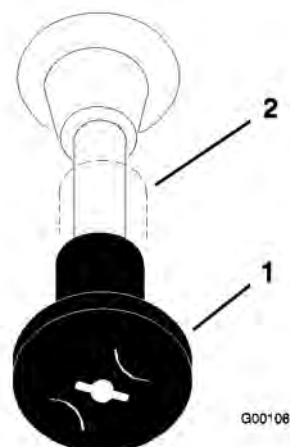

Figure 12
4. Tirez la manette de starter en position ouverte pour démarrer à froid (Figure 12).
- Lorsque le moteur a démarré, amenez progressivement la manette de starter en position hors service (Figure 12). Si le moteur cale ou hésite, tirez à nouveau sur la manette de starter pendant quelques secondes, puis repoussez-la à la position voulue. Répétez l'opération si nécessaire.